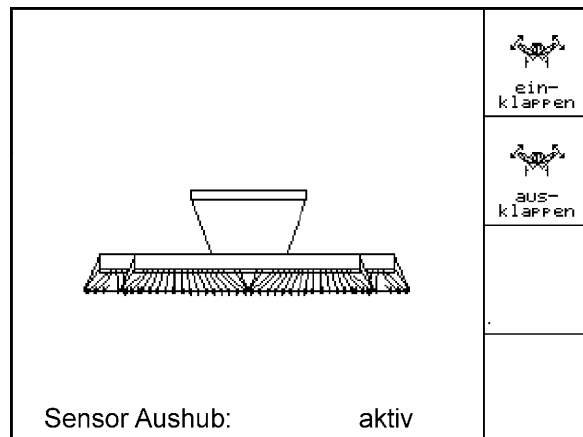

Fig. 66
-  Gå til undermenyen Folde inn/ut (Fig. 66).